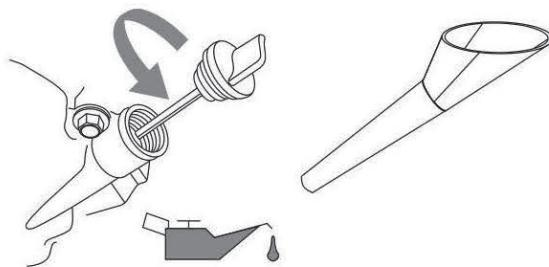

Рисунок 4-1. Заливка моторного масла
3. Снимите крышку масла-заливной горловины и тщательно протрите щуп. Смотрите рисунок 4-1.